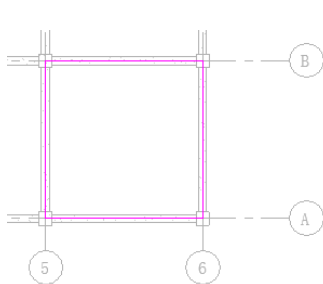

图 8-2 绘制边界
(2) 单击“绘制”面板中绘图工具绘制钢板边界，这里单击“矩形”按钮，绘制边界，如图 8-2 所示。